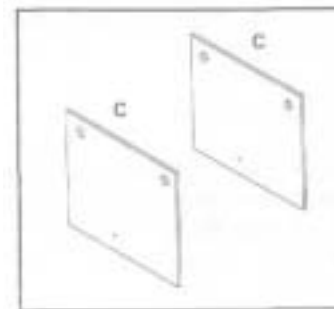

Рис. 16
- вставить в духовку аксессуары, снятые до этого (см. рис. 16).